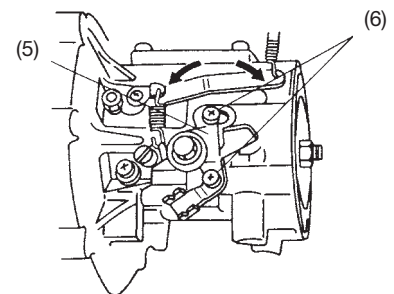

Figure. 12C
- 2) Pour régler le régulateur, desserrer les vis (6) qui maintiennent l'assemblage du levier de commande (5) à la boîte d'engrenages et déplacer l'assemblage vers la gauche ou la droite pour obtenir la vitesse maximale de 6500 tours/minute. (Le fait de déplacer l'assemblage du levier de commande vers la gauche permet d'augmenter le nombre de tours et inversement le fait de le déplacer vers la droite permet de le diminuer) (Fig. 12C)